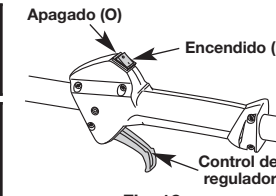

Fig. 18
**NOTA:** No hay necesidad de encender la unidad. El Control de Encendido y Apagado está en la posición **Encendido (I)**, en todo momento (Fig. 18).
2. Oprima y mantenga oprimido el control de encendido y apagado en la posición de APAGADO (O) hasta que el motor se detenga por completo (Fig. 18).
**NOTA:** No hay necesidad de arrancar la unidad. El control de Encendido/Apagado está en la posición **ENCENDIDO (I)** en todo momento (Fig. 18).
**SI...** el motor no arranca después de unos cuantos intentos, coloque la palanca del obturador en la **Posición 3**, y oprima el gatillo. Apriete y mantenga apretado el botón de **ENCENDIDO (I)** del arrancador eléctrico o taladro a intervalos de 2 segundos hasta que la unidad arranque.
2. Oprima y mantenga oprimido el control de encendido y apagado en la posición de **APAGADO (O)** hasta que el motor se detenga por completo (Fig. 18).